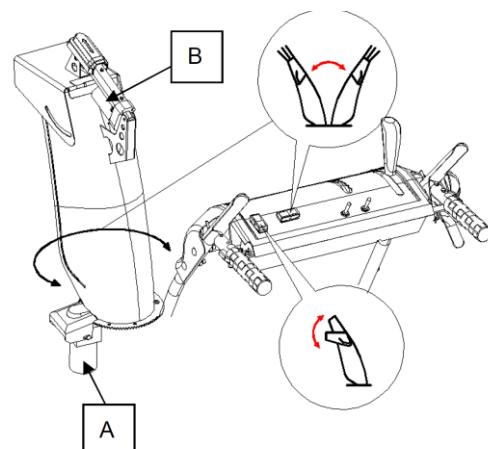

Figure 9
1. Appuyez sur l'interrupteur de rotation du tunnel en position UP. Et maintenez pour tourner le tunnel vers la gauche (voir A, Figure 9).
1. Appuyez sur l'interrupteur du déflecteur en position HAUT (UP) et maintenez-le pour obtenir un jet plus important et une plus grande distance (voir B, Figure 9).